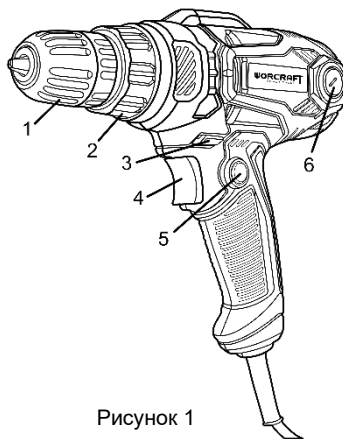

Рисунок 1
**4.1** Встановіть необхідний крутний момент за допомогою кільця регулятора моменту затягування (2) (див. рисунок 1).
**4.3** Для ввімкнення виробу натисніть на курок вимикача (4) (рисунок 1). Для вимкнення виробу слід курок відпустити. Регулювання швидкості обертання патрона здійснюється ступенем натискання на клавішу вимикача.